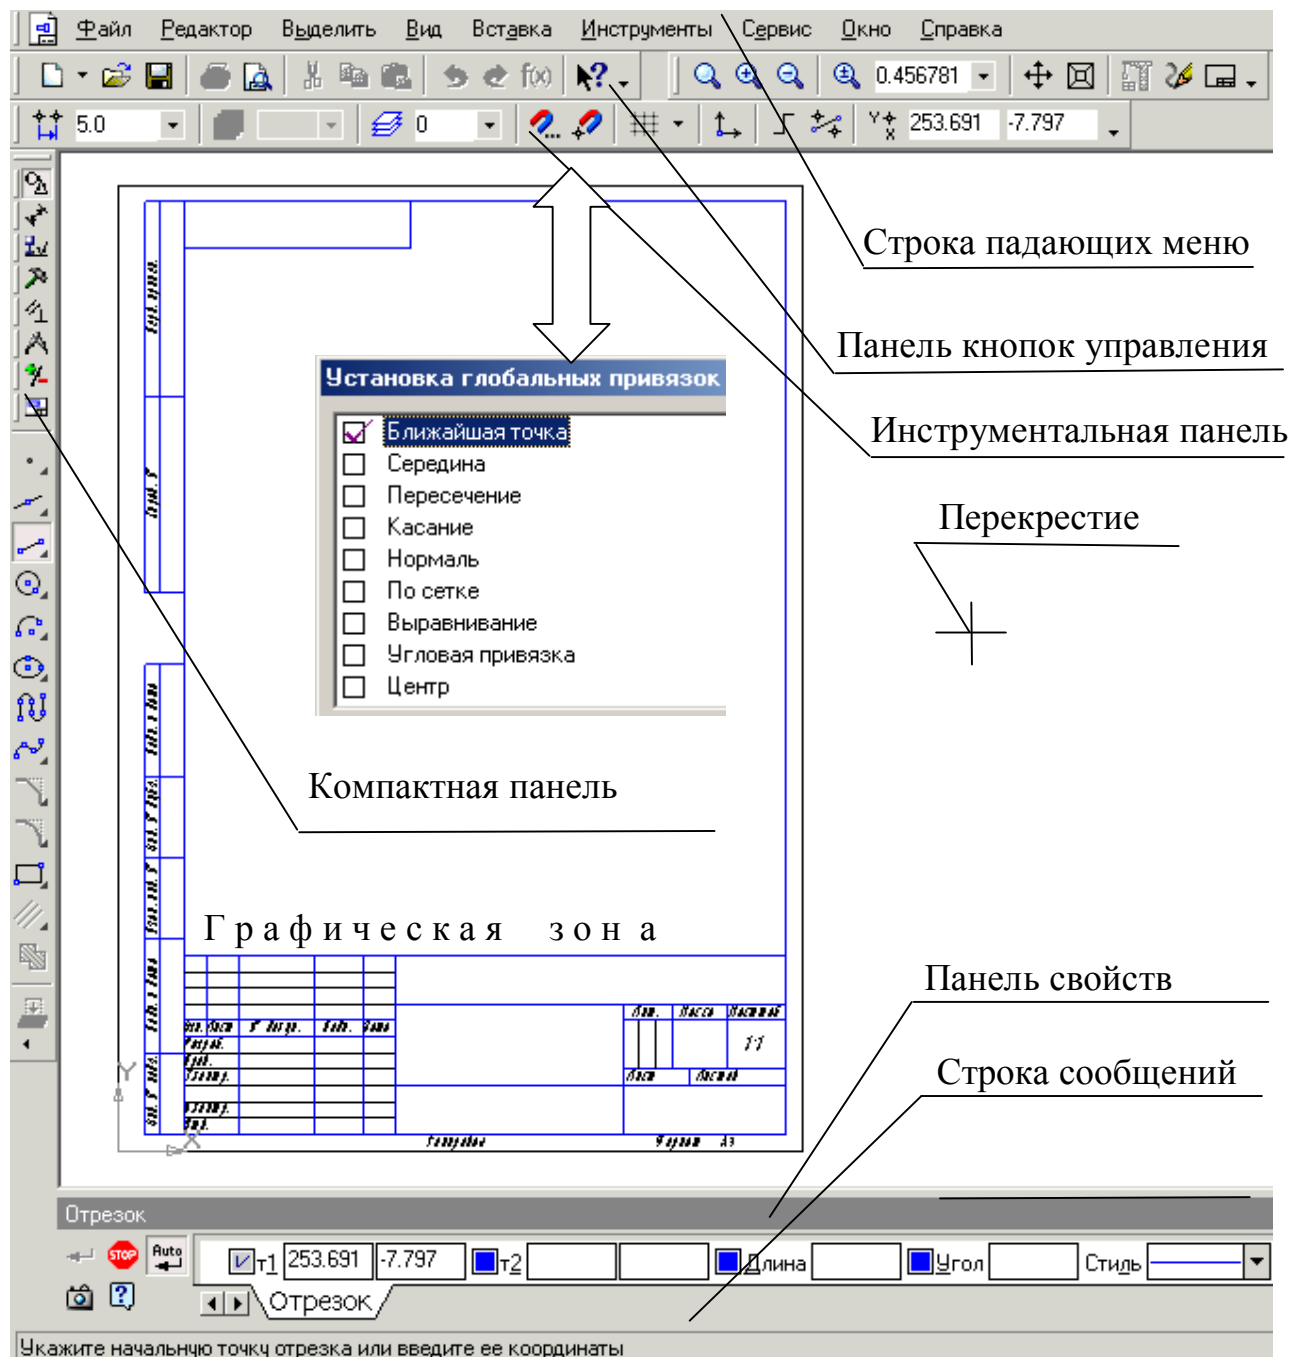

Рис. 1.6. Рабочее окно при вызове документа **Чертеж**
1. **Чертеж** – основной тип графического документа в системе КОМПАС. Чертеж содержит графическое изображение изделия в одном или нескольких видах, основную надпись, рамку и всегда содержит один лист заданного пользователем формата (рис. 1.6). Файл чертежа имеет расширение **.cdw**.